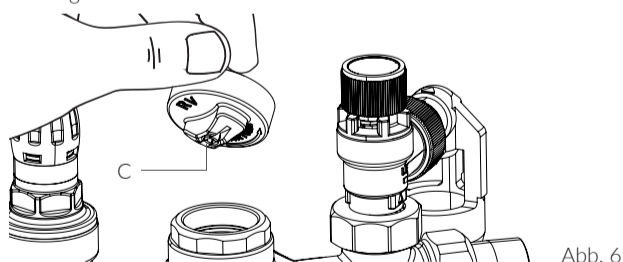

Abb. 6
Zum **Austausch des RV** drehen Sie den Griff (A) im Uhrzeigersinn bis zum Anschlag und entfernen die Kappe (C) auf der gegenüberliegenden Seite [Abb. 6].